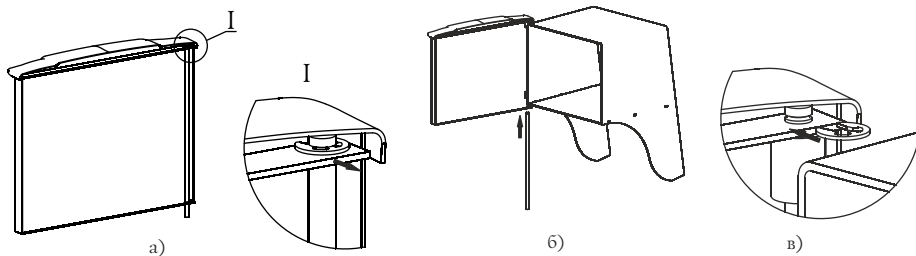

Рисунок 5. Установка дверцы при монтаже печи «Оса»
1. Извлеките ось из дверцы, предварительно сняв упорную быстросъемную шайбу, рисунок 5.а;
3. Вставьте ось через отверстия снизу вверх, с расположением канавки под шайбу в верхней части оси, рисунок 5.б;
4. Установите упорную быстросъемную шайбу в канавку на оси, рисунок 5.в;